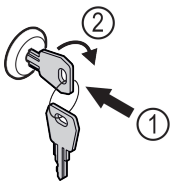

Fig. 160
- ▶ Shtyni çelësin brenda Fig. 160 (1).
- ▶ Rrotulloni çelësin me 90° në drejtimin orar Fig. 160 (2).